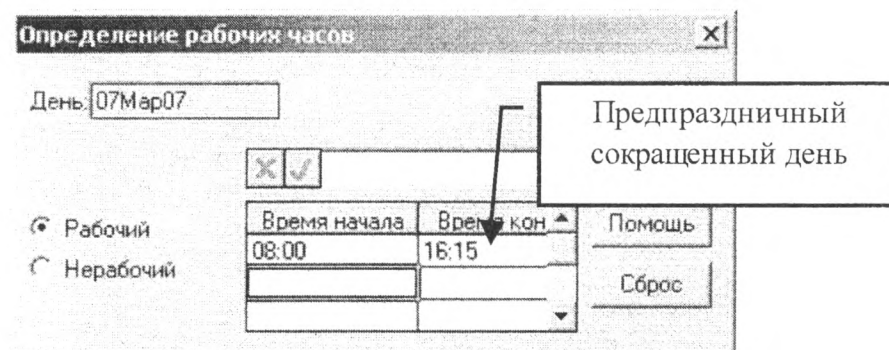

Рис. 21. Определение особого дня
3. Измените длительность дня (рис. 21).